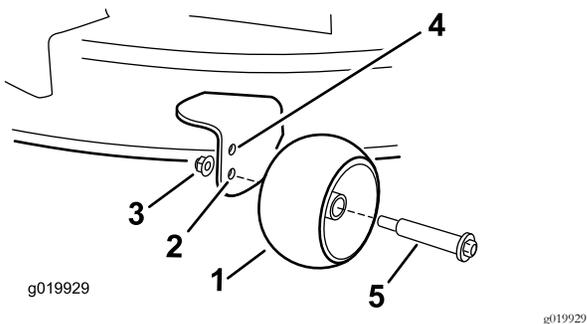

Figura 27
- Foro superiore: utilizzate questa posizione con il piatto di taglio nelle posizioni dell'altezza di taglio pari o inferiori a 63 mm (Figura 27).
- Foro inferiore: utilizzate questa posizione con il piatto di taglio nelle posizioni dell'altezza di taglio pari o superiori a 76 mm (Figura 27).